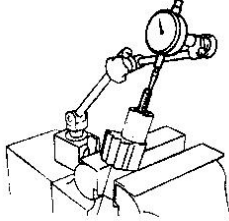

Рис. 5-17.
2. Используя индикатор (рис. 5-17.) измерьте осевой зазор вала рулевой сошки. Если зазор выходит за пределы допустимого значения 0,03-0,05 мм отрегулируйте его: